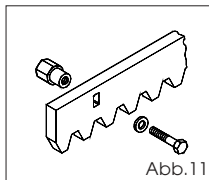

Abb. 11
**5.4.1. Zahnstange aus Stahl zum Anschweißen (Abb. 11)**